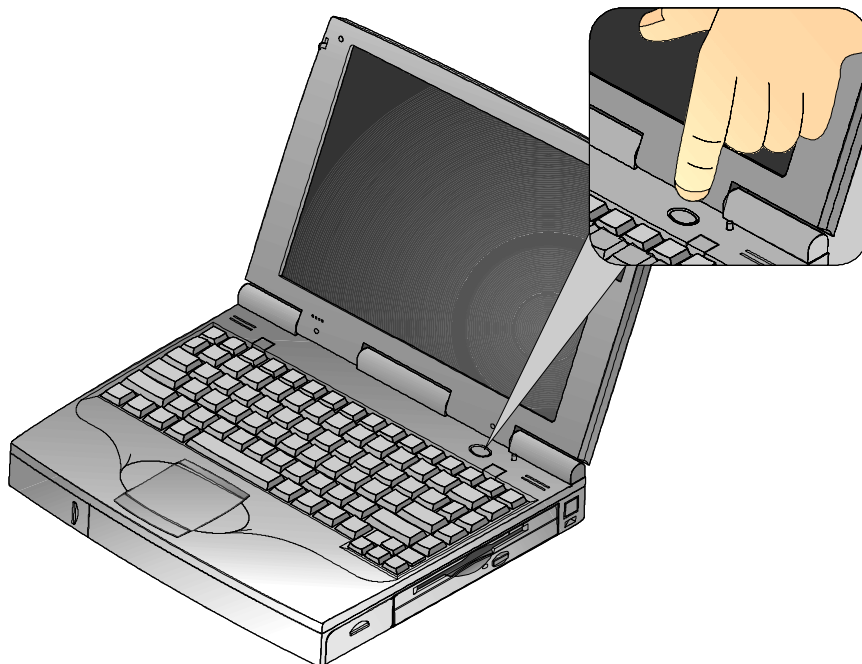

Figura 1-7: Accensione del notebook
4. Dopo aver collegato il notebook all'alimentazione, aprire il coperchio che incorpora lo schermo LCD e premere il pulsante Attesa/Ripresa (accensione) per accendere il notebook (figura 1-7).